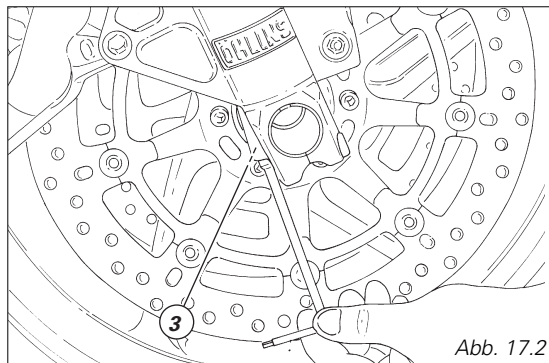

Abb. 17.2
- 3) (Abb. 17.2) zur Änderung der hydraulischen Dämpfung in der Druckstufe.
Zum Betätigen des Einstellelements (3) einen 3 mm-Inbusschlüssel gemäß Abbildung 17.2 durch die Bohrung stecken.